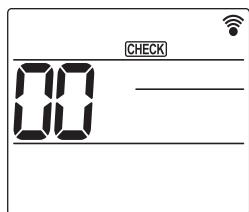
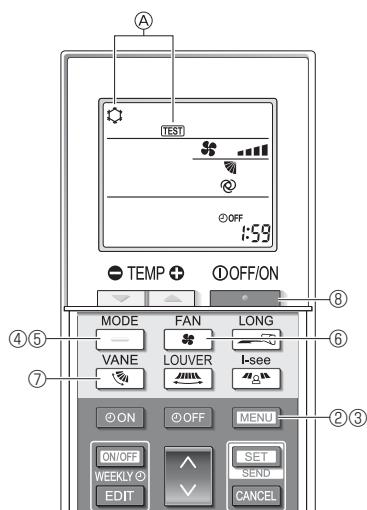

Fig. 6-7
Fig. 6-8
- ① Mettez l'appareil sous tension au moins 12 heures avant l'essai de fonctionnement.
- ② Appuyez sur la touche [MENU] pendant 5 secondes. (Fig. 6-7)
- ③ Appuyez sur la touche [MENU].
- La mention [TEST] et le mode de fonctionnement en cours sont affichés. (Fig. 6-8)
- ④ Appuyez sur la touche pour activer le mode refroidissement, puis vérifiez que de l'air froid est soufflé par l'appareil.
- ⑤ Appuyez sur la touche pour activer le mode chauffage, puis vérifiez que de l'air chaud est soufflé par l'appareil.
- ⑥ Appuyez sur la touche et vérifiez que la vitesse du ventilateur change.
- ⑦ Appuyez sur la touche et vérifiez que l'ailette automatique fonctionne correctement.
- ⑧ Appuyez sur la touche pour terminer l'essai de fonctionnement.